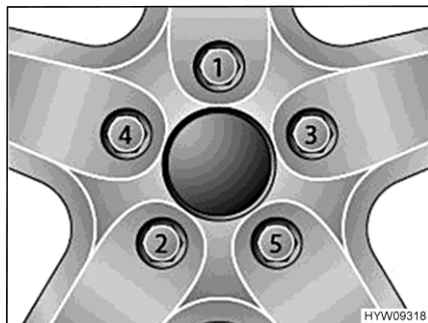

Bild 103 Dra fast hjulmuttrarna eller hjulbultarna korsvis
- Dra fast hjulmuttrarna eller hjulbultarna i den ordning som anges i Bild 103. Använd en momentnyckel och observera det angivna åtdragningsmomentet (se avsnitt 14.5).
- Kontrollera regelbundet att hjulmuttrarna eller hjulbultarna är ordentligt åtdragna. Om du har bytt däck ska hjulmuttrarna eller hjulbultarna dras åt efter 5 mils körning. Följ den ordning som anges i Bild 103.
- Då nya eller nylackerade fälgar används bör hjulmuttrarna eller hjulbultarna dras åt efter ca 100 till 500 mil. Följ den ordning som anges i Bild 103.